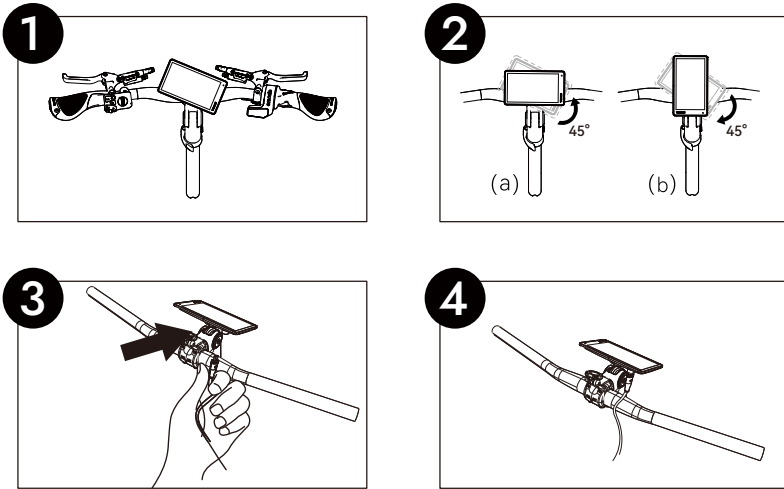

Abbildung 6
- Verbinden Sie das Typ-C-Kabel am Fahrrad mit dem Typ-C-Anschluss am zentralen Display (siehe *Abbildung 6*).